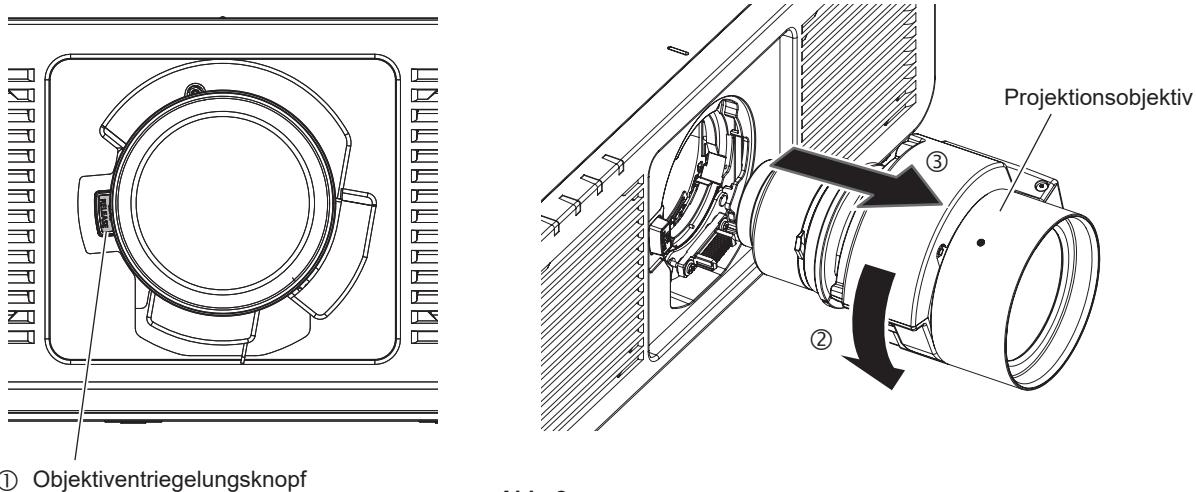

Abb. 2
- 2) Halten Sie den Objektiventriegelungsknopf (①) gedrückt und drehen Sie das Projektionsobjektiv gegen den Uhrzeigersinn (②) bis zum Ende und nehmen Sie es ab (③). (Abb. 2)